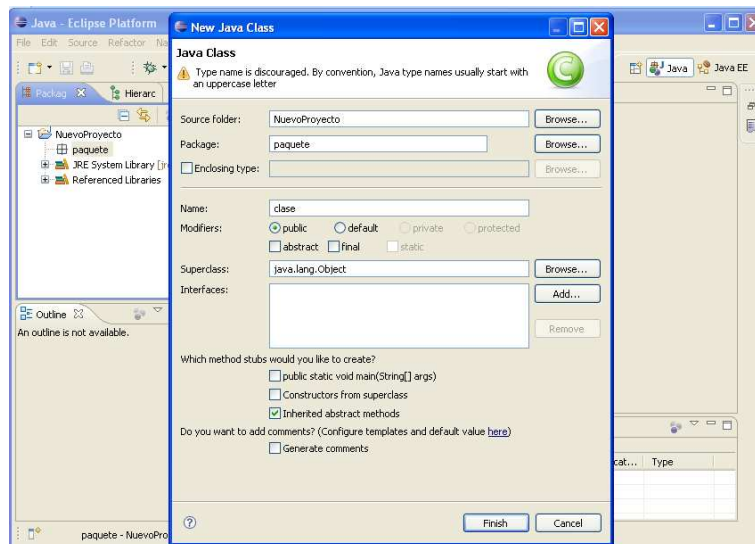

Figura 2.3: Instalación de DEVJSJAVA y creación de un Proyecto. Paso 8.
8. Cada vez que queramos crear una nueva clase, pulsar el botón derecho del ratón sobre el paquete creado, hacer click en *New – Class*. Poner nombre a la clase. Pulsar *Finish*. Ver Figura 2.3.